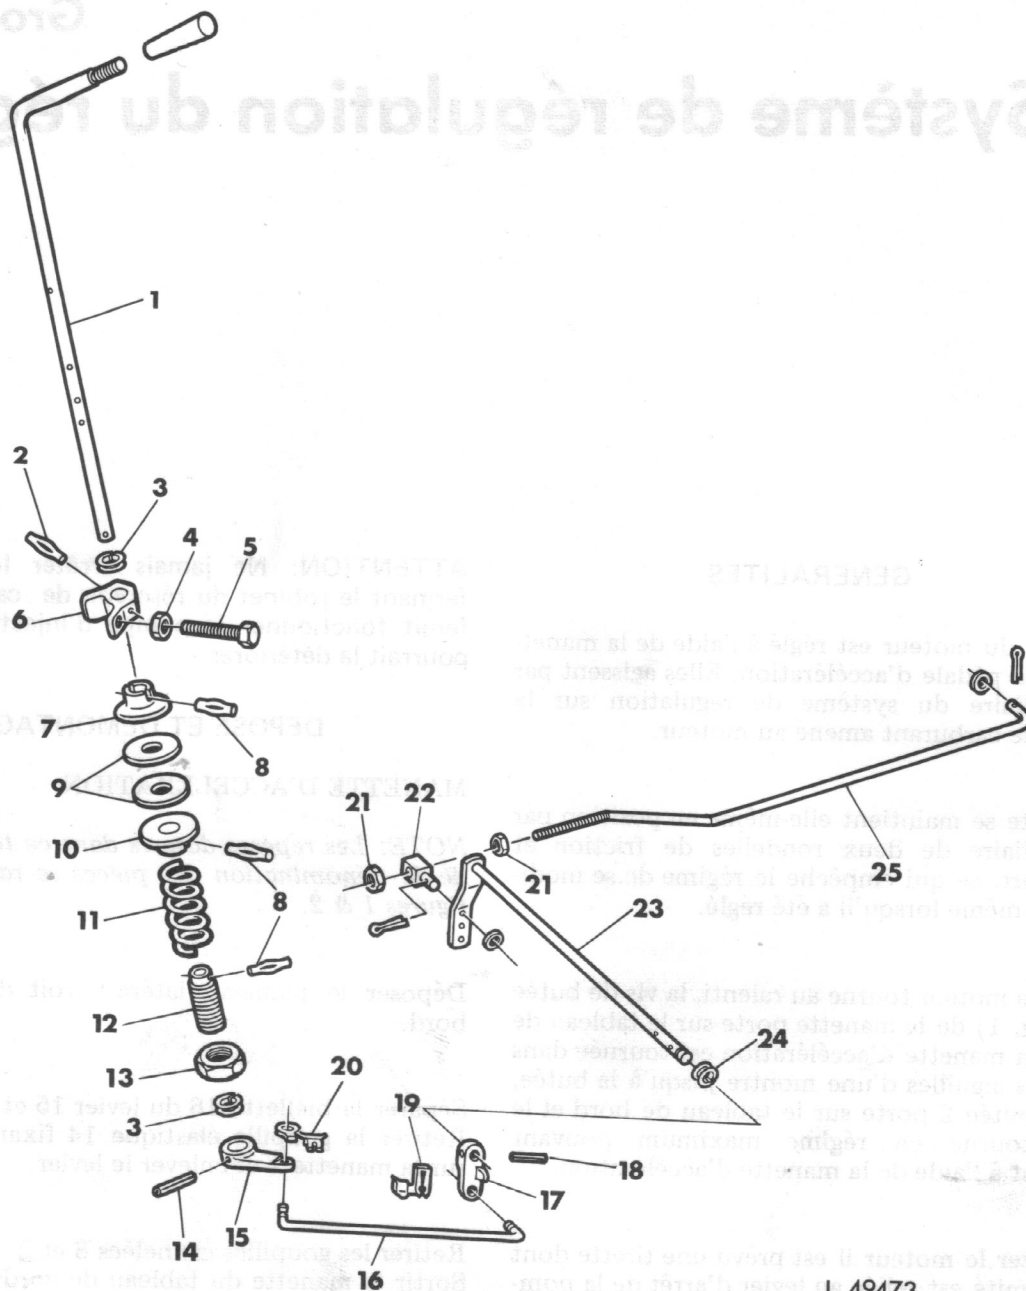
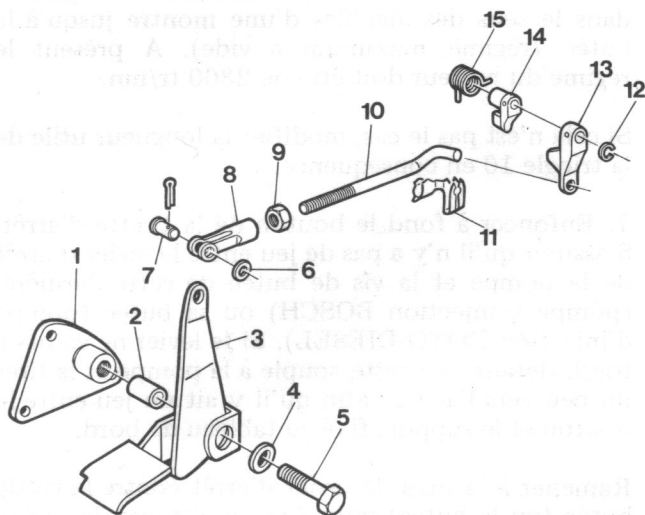

Fig. 1 - Eléments de l'ensemble manette d'accélération
Fig. 2 - Eléments de la pédale d'accélération
Lorsque le moteur tourne au ralenti, la vis de butée 4 (voir fig. 1) de la manette porte sur le tableau de bord. Si la manette d'accélération est tournée dans le sens des aiguilles d'une montre jusqu'à la butée, la vis de butée 2 porte sur le tableau de bord et le moteur tourne en régime maximum pouvant être atteint à l'aide de la manette d'accélération.
NOTE: Les repères donnés dans ce texte à la suite de la dénomination des pièces se rapportent aux figures 1 & 2.
Déposer les pièces de la pédale d'accélération suivant la figure 2.
ARBRE 23 ET TRINGLE D'ACCELERATION 25 (fig. 1).
NOTE: Sur les tracteurs avec pédale d'accélération le renvoi 14 est fixé (fig. 2) à l'aide de la goupille élastique 18 (voir fig. 1).
Pour les tracteurs sans pédale d'accélération, par contre, le renvoi 17 est fixé sur l'arbre 23 avec la goupille élastique 18 (fig. 1).
Effectuer le remontage et la repose du système de régulation du régime dans l'ordre inverse du démontage, d'après les figures 1 et 2.
A l'aide de l'écrou hexagonal 13 (fig. 1) comprimer le ressort 11 jusqu'à ce que la puissance nécessaire pour actionner le levier soit de 4,5 kg (10 lbs) à la poignée de la manette 1 (mesurée à l'aide d'un peson).
1. Débrancher la tringle de régulation 25 (fig. 1) à la pompe d'injection.